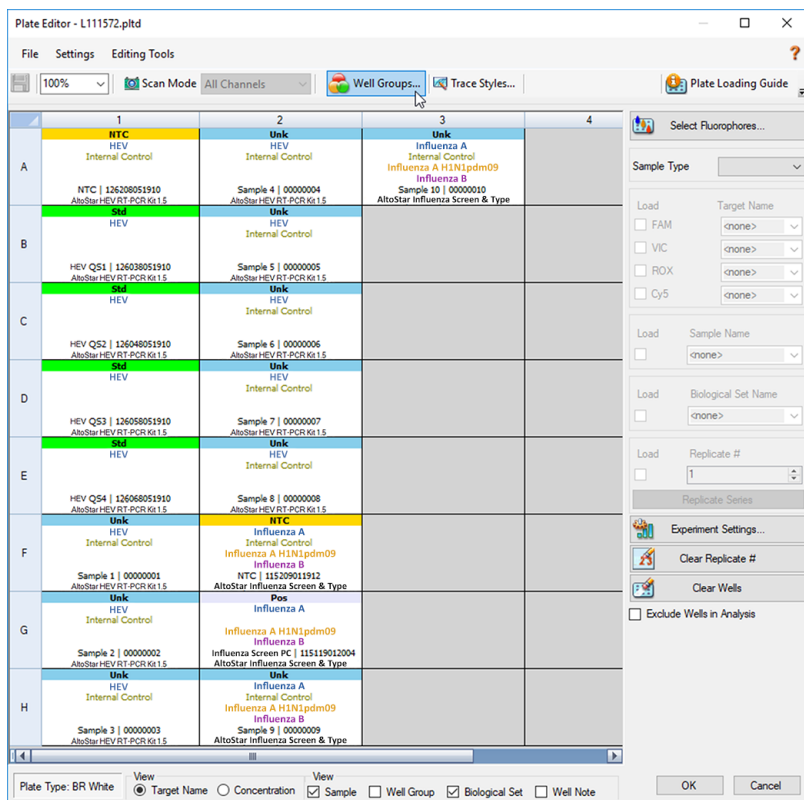

Figure 1: Boîte de dialogue Plate Editor (Éditeur de plaque)
1. Dans la fenêtre Data Analysis (Analyse des données), cliquez sur la bouton **Plate Setup** (Configuration de la plaque) dans la barre d'outils et sélectionnez **View/Edit Plate** (Afficher/Modifier la plaque). La boîte de dialogue Plate Editor (Éditeur de plaque) s'affiche (voir la figure 1).